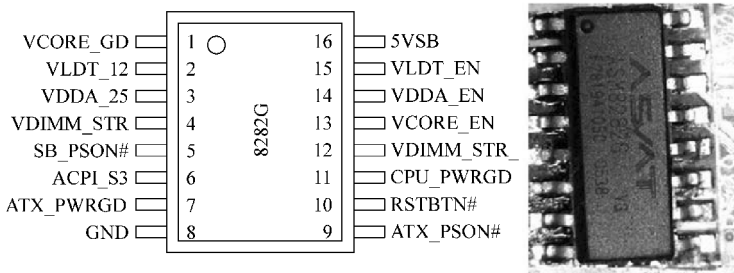

图 6-2 8282G 芯片外部实物及引脚定义
- 2) 8282G 芯片外部实物及引脚定义如图 6-2 所示。